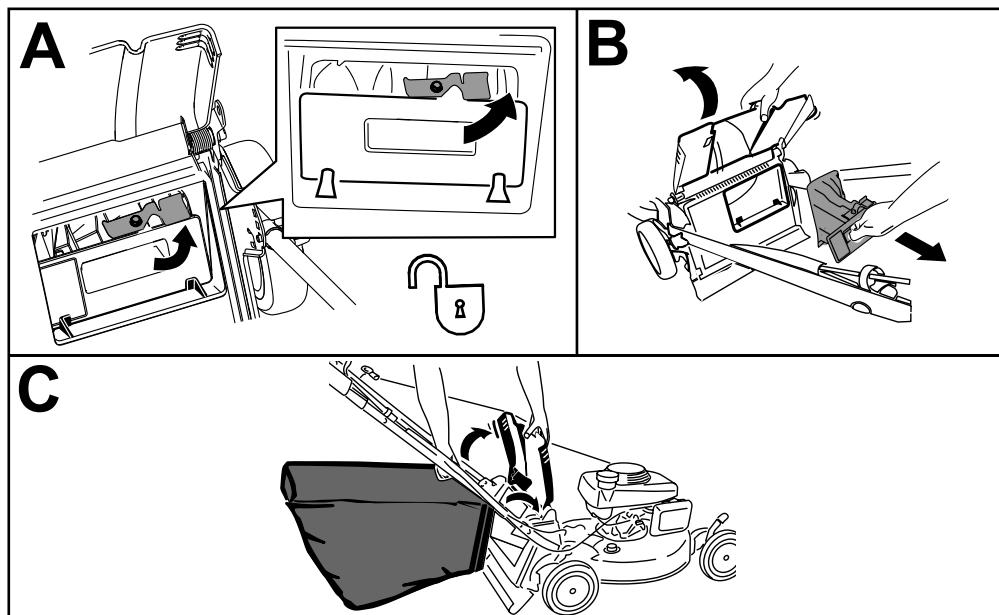

図 23
**注** 後部プラグを外すには、プラグについているレバーを右に回す図 23。